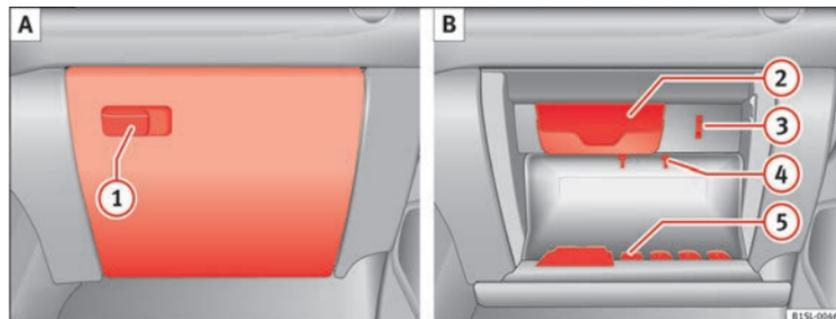

Fig. 75 Portaobjetos con tapa en el lado del acompañante.
Tire de la maneta para *abrir* ⇒ fig. 75 (1).